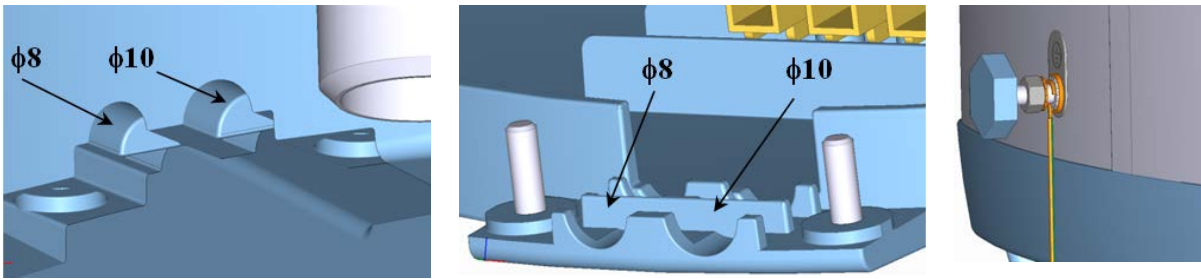
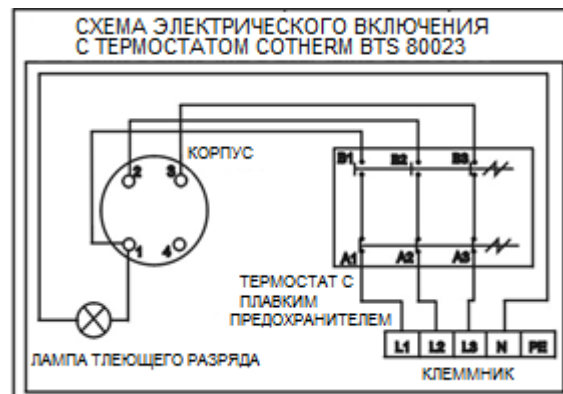

Рисунок 4
Рисунок 5
Подключение водонагревателей к водопроводу показано на (Рисунок 4, Рисунок 6). Для возможного отсоединения водонагревателя на впусках и выпусках технической воды необходимо смонтировать резьбовые соединения Ду 3/4". Предохранительный клапан устанавливается на подвод холодной воды, который обозначен синим кольцом.
Подключение выполните согласно схеме. Подключение, выполненное на заводе, запрещено менять! (Рисунок 5) В крышке электропроводки снимите перегородку, соответствующую диаметру подводящего провода  $\varnothing 8$  или  $\varnothing 10$  (Рисунок 4). Степень защиты электрических компонентов водонагревателя – IP 44. Потребляемая мощность электрического элемента 4 000 Вт.
- Схема электрического включения приложена к нагревателю на крышке электропроводки (Рисунок 5).